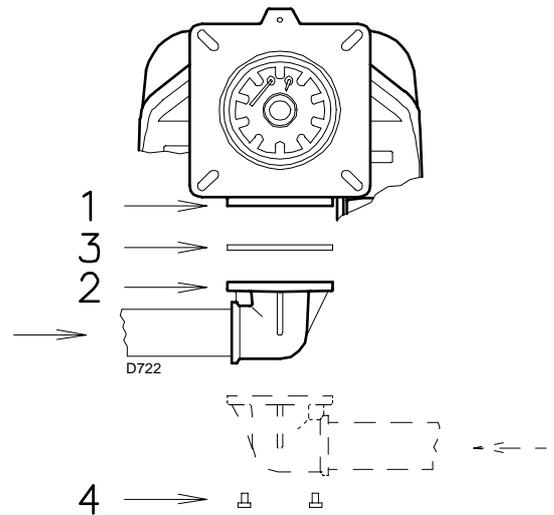

Abb. 19
- Die Armatur kann je nach Bedarf von rechts bzw. links zugeführt werden, siehe Abb. 19.
- Die Gasarmatur wird an den Gasanschluss 1) (Abb. 19) über den Flansch 2), die Dichtung 3) sowie die Schrauben 4) angeschlossen, die dem Brenner beiliegen.